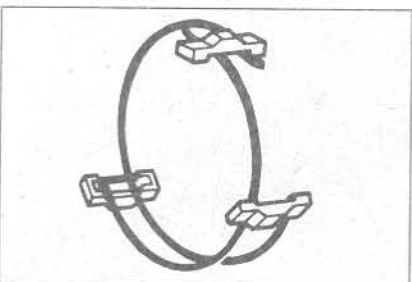

Рис. 6.14 Направление установки распорных пружин синхронизатора (Глава 9)
- 9 При сборке синхронизаторов убедитесь, что распорные пружины устанавливаются навстречу, если смотреть с каждой стороны блока, а концы пружин входят в фиксирующие вставки (рис. 6.14).